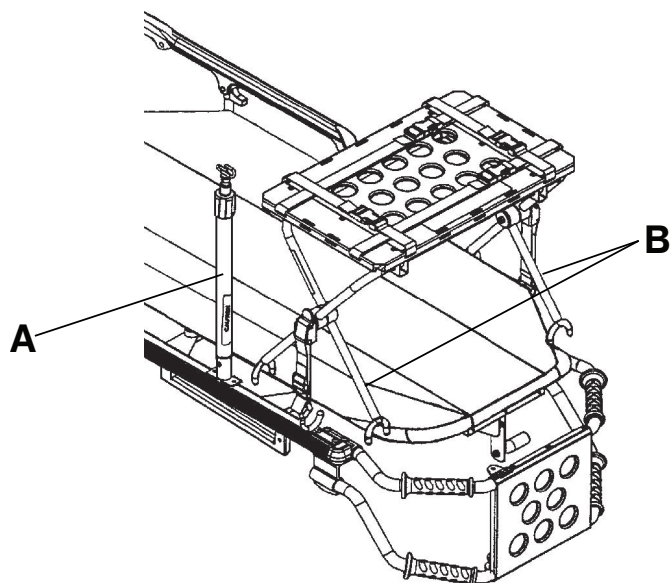

Figura 26 – Sollevare l'asta portaflebo e posizionare il vassoio del defibrillatore (mostrato nel modello 6506)
3. Se il dispositivo è dotato di asta portaflebo, sollevare quest'ultima (A) in posizione verticale (Figura 26).
5. Posizionare le gambe interne (B) della piattaforma verso il lato testa del dispositivo (Figura 26).